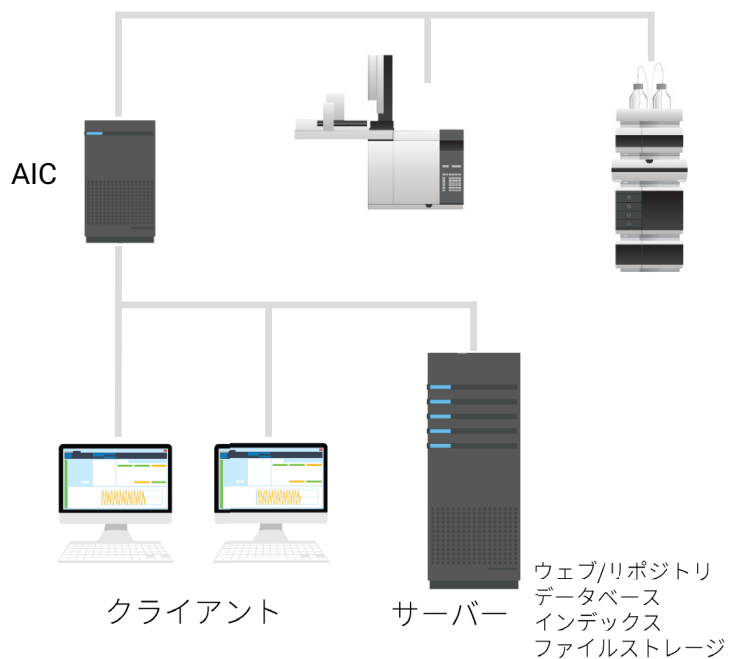

図 2 オールインワントポロジ：クライアントおよび AIC を 1 台のサーバーに接続します。
- ✓ 1 台のサーバ、オールインワンシステム（11ページ 図2参照）